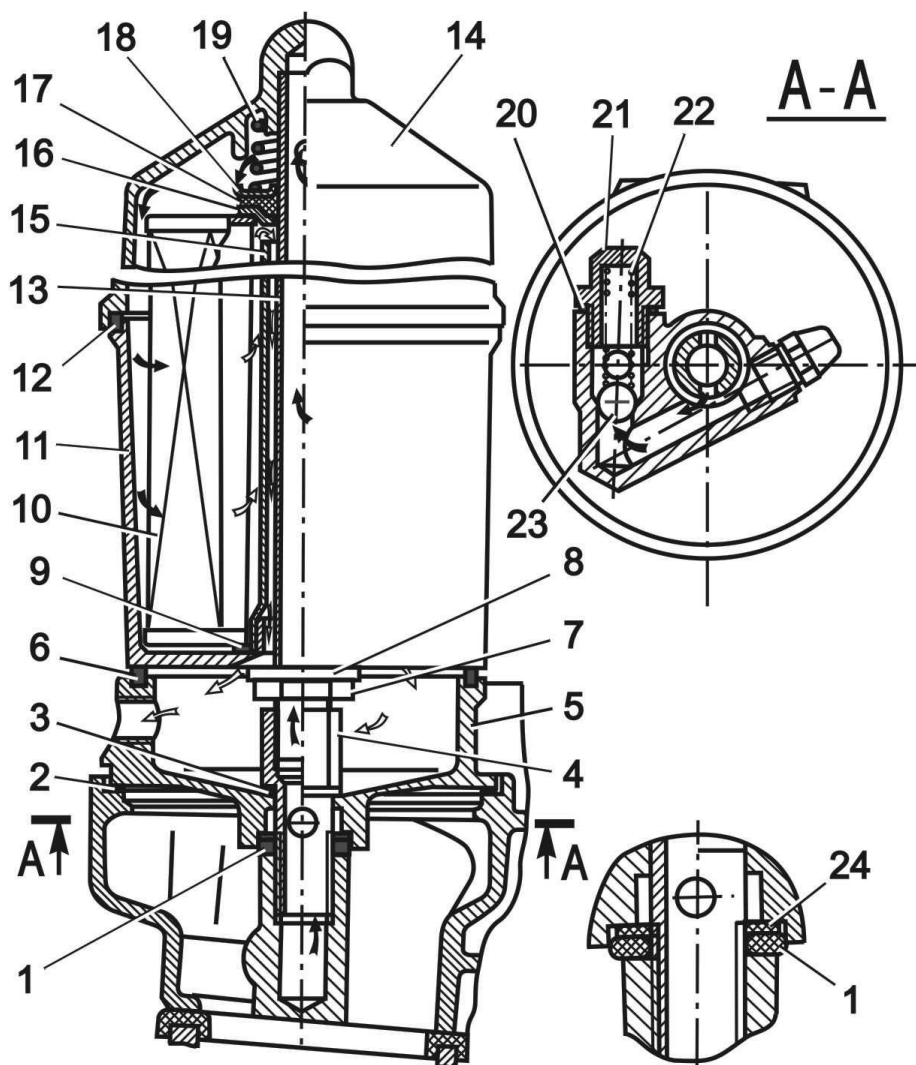

Рис.16. Масляный фильтр:
Масляный фильтр (рис.16) – разборный, полнопоточный, со сменным бумажным фильтрующим элементом 55.P-440A-1-06 или 524500.1017140-00, смонтирован на проставке, расположенной на передней части впускной трубы.
1. Отвернуть фильтр руками за верхнюю часть корпуса. При заедании допускается отворачивать фильтр ключом 30 мм за шестигранник на верхней части корпуса 14 (рис.16). Во избежание попадания масла на двигатель, фильтр, не наклоняя, в вертикальном положении отнести в сторону.